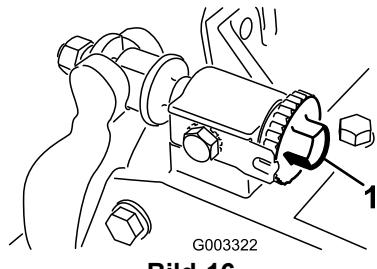
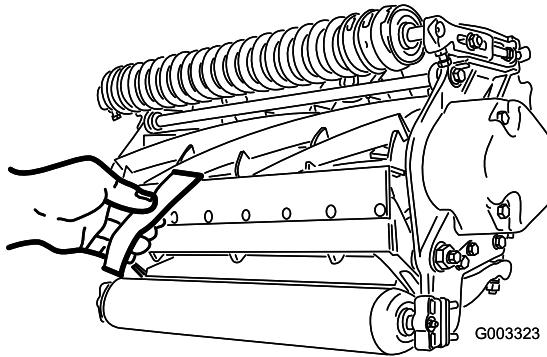

Bild 16
Bild 17
1. Stellen Sie die Maschine auf eine flache, ebene Arbeitsfläche. Stellen Sie sicher, dass die Spindel das Untermesser nicht berührt. Drehen Sie die Einstellschrauben des Untermesserträgers nach links (Bild 16).
Wichtig: Stellen Sie sicher, dass die Muttern hinten an den Einstellschrauben des Untermesserträgers nicht auf der Arbeitsfläche aufliegen (Bild 16).
3. Führen Sie an einer Seite der Spindel einen langen Streifen Papier zwischen der Spindel und dem Untermesser ein (Bild 17). Drehen Sie die Spindel langsam vorwärts und drehen Sie gleichzeitig die Einstellschraube des Untermesserträgers nach jeweils um einen Klick rechts (am selben Ende der Spindel) (Bild 16), bis das Papier fest gehalten wird, wenn Sie es von vorne parallel zum Untermesser einführen. Wenn das Papier gezogen wird, sollten Sie einen leichten Widerstand spüren.
5. Vergewissern Sie sich nach dieser Einstellung, dass die Spindel Papier einklemmen kann, das von vorne eingeführt wird, und Papier schneiden kann, das senkrecht zum Untermesser eingeführt wird (Bild 17). Papier müsste sich mit minimalem Kontakt zwischen Untermesser und Spindelmessern schneiden lassen. Wenn ein zu großer Spindelwiderstand besteht, läppen oder schleifen Sie das Mähwerk nach, um die für einen genauen Schnitt erforderlichen scharfen Kanten zu erhalten (weitere Angaben finden Sie in der Toro Anleitung Schärfen von Spindel- und Sichelmähern, Form No. 80-300PT).